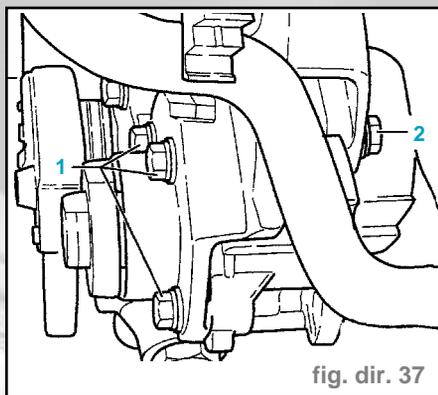

fig. dir. 37
- Dévisser le flexible de dilatation (2).
- Dévisser la pompe à ailettes du support (1) et (2) (fig. dir. 37).